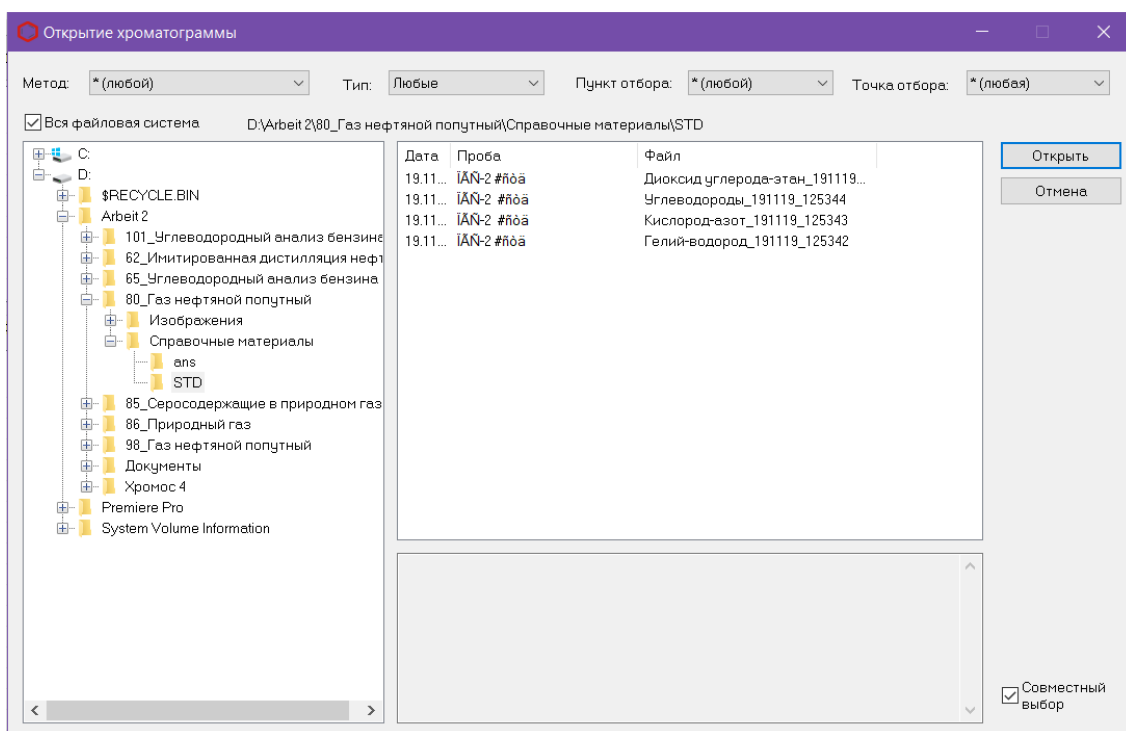

Рис. 3. Окно «Выбор анализа»
1. Нажмите **Добавить**. Откроется окно *Открытие хроматограммы* (Рис. 3).